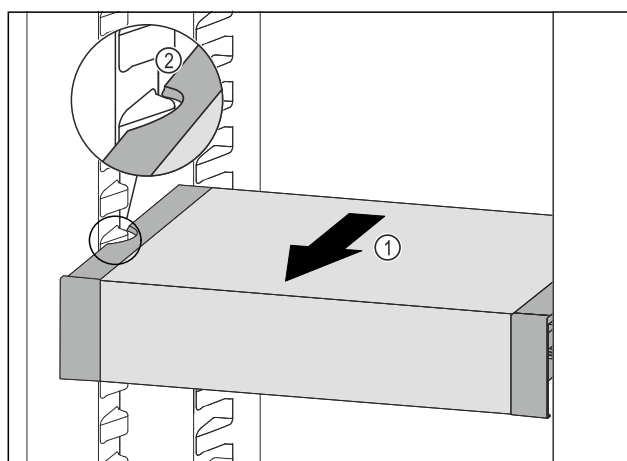

Fig. 140
- Ladicu VarioSafe vucite prema naprijed Fig. 140 (1) sve dok se bočni otvori ladice VarioSafe ne nađu na visini žlijeba spremnika u hladnjaku. Fig. 140 (2)